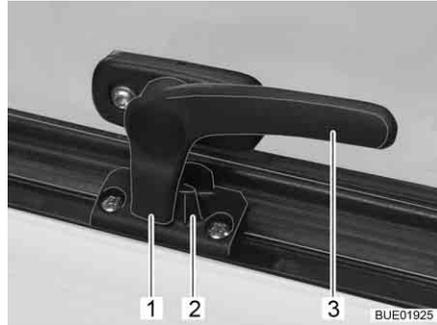

Bild 11 Verriegelungshebel in Stellung "geschlossen"
- Den Verriegelungshebel (Bild 11,3) eine viertel Umdrehung zur Fenstermitte hin drehen.
- Den Verriegelungshebel (Bild 11,3) eine viertel Umdrehung zum Fensterahmen hin drehen. Die Verriegelungsnase (Bild 11,1) liegt auf der Innenseite der Fensterverriegelung (Bild 11,2).
- in Stellung "fest verschlossen" (Bild 11).